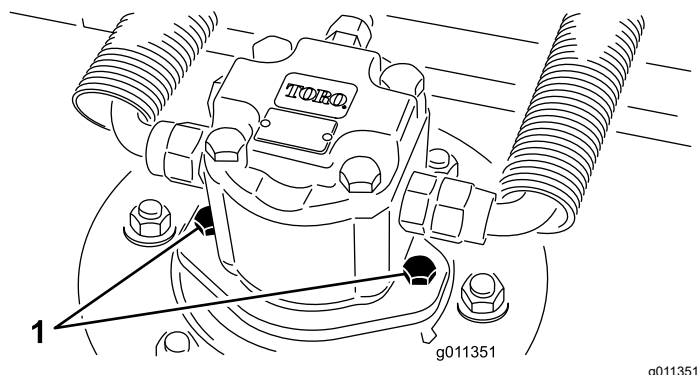

図 92
2. カッティングユニットから油圧モータを外す 図 92。異物につかないように、スピンドル上部にはカバーを掛けておく。
3. カッティングユニットに油圧モータを取り付ける 図 92。Oリングを忘れずに、また、損傷させないように注意して取り付ける。